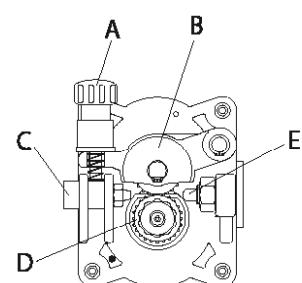

FIG. 6
- Ослабьте и освободите регулировочный винт (A) (FIG. 6). устройство подачи проволоки из пластины
- Поднимите прижимной ролик (B) подающего механизма. Извлеките сварочную проволоку из канала горелки (E).
- Освободите конец сварочной проволоки на катушке, возьмите его плоскогубцами для недопущения разматывания проволоки. Выпрямите конец сварочной проволоки, закруглите напильником. Заправьте сварочную проволоку в подающий механизм, пропустив через входную втулку (C), нижний ролик (D) и заправьте ее в канал горелки (E).
- Открывают боковую панель аппарата. Ослабьте и освободите регулировочный винт (A) и поднимите прижимной ролик (B) (FIG. 6). Перекусите сварочную проволоку (в случае, если она установлена), предварительно зафиксировав ее от разматывания на катушке, затем закрепите конец проволоки на подходящем отверстии. Удалите токосъёмный наконечник и сопло горелки. Вытащите остаток проволоки плоскогубцами из горелки.